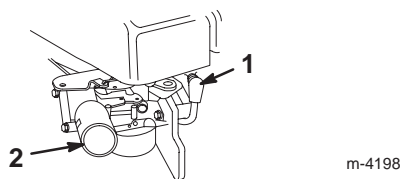

Figure 11
1. Branchez la bougie (Fig. 11).
2. Appuyez sur l'amorceur à trois reprises, en marquant une pause d'une seconde chaque fois (Fig. 11).